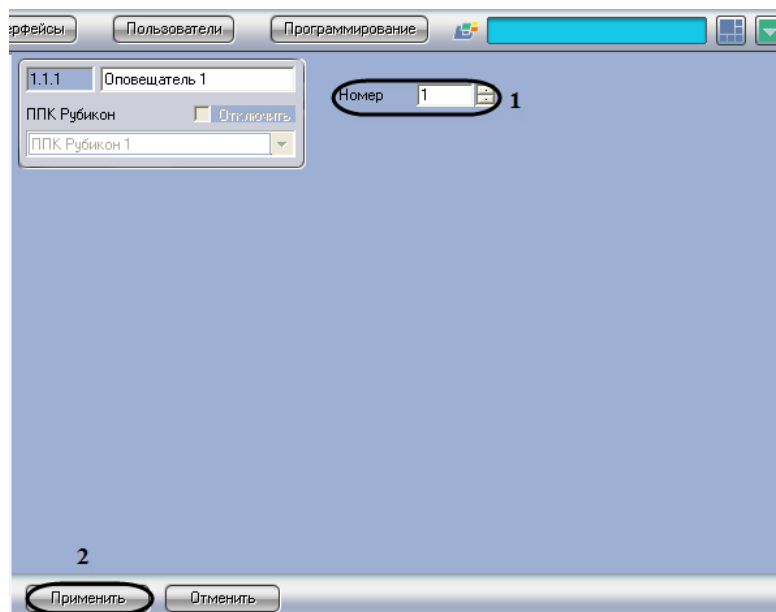

Рис. 3.8—2 Панель настроек объекта Оповещатель
2. В поле **Номер** необходимо с помощью кнопок **вверх-вниз** ввести номер в списке устройств (см. Рис. 3.8—2, 1).
3. Для сохранения внесенных изменений необходимо нажать кнопку **Применить** (см. Рис. 3.8—2, 2).